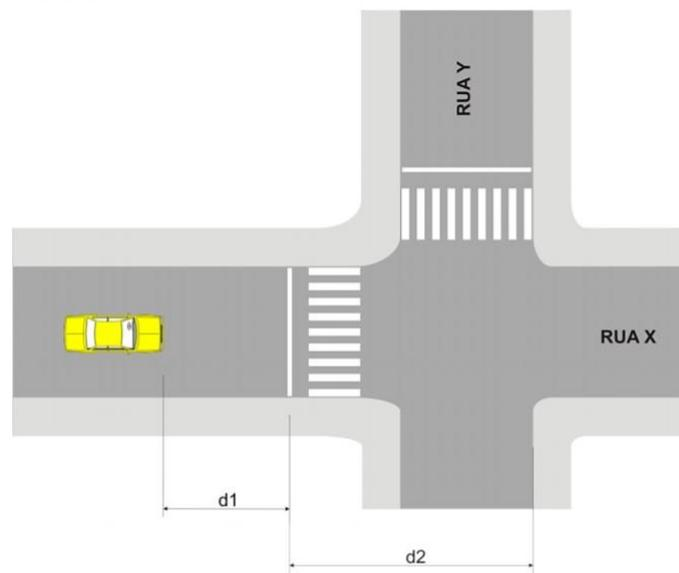

Figura 9
12. A seguir será configurada a matriz de entreverde. Em **intergreenmatrix**, clique em **+** (**Add**), apenas uma vez e em seguida em **Edit** . O entreverde é definido como a soma do tempo de amarelo e o tempo de vermelho geral, aquele em que todos os veículos estão parados. O tempo de entreverdes tem a função de garantir que um veículo que não consiga parar ao receber a indicação de sinal amarelo, tenha tempo para concluir a travessia. Como pode ser observado na Figura 9, o veículo deve ser capaz de percorrer a distância  $d_1$  e a distância  $d_2$ .